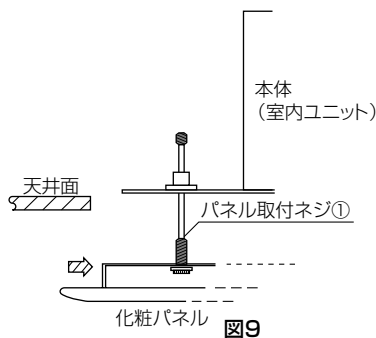

図9
- 次に仮止めしたパネル取付ネジ①に化粧パネル本体吸込部の切り欠き穴を引掛け、残り2本を丸穴部に仮止めします。(図9)(配管側はパネル取付ネジ①を内側に押し引掛けると作業が楽に行えます。)この状態で化粧パネル本体は仮止めされますが、**化粧パネルを持上げたり、強く揺らすと外れることがありますので、パネル取付ネジ(短)②で残りの2カ所を締め付けてください。**